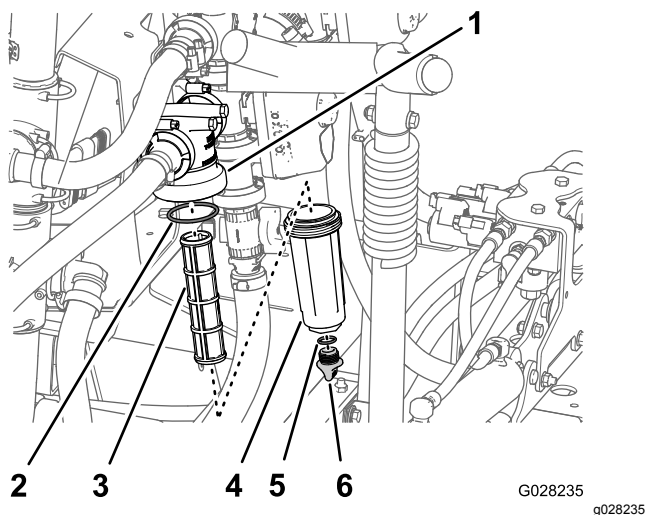

Рисунок 101
2. Поместите сливной поддон под фильтр линии нагнетания (Рисунок 101).
3. Поверните маслосливную пробку против часовой стрелки и снимите ее со стакана фильтра линии нагнетания (Рисунок 101).
4. Поверните стакан против часовой стрелки и снимите его с головки фильтра (Рисунок 101).
5. Извлеките старый элемент фильтра линии нагнетания (Рисунок 101).
6. Проверьте уплотнительное кольцо сливной пробки (расположенное внутри стакана) и уплотнительное кольцо стакана (расположенное внутри головки фильтра) на повреждения и износ (Рисунок 101).
7. Вставьте новый элемент фильтра линии нагнетания в головку фильтра (Рисунок 101).
8. Установите стакан на головку фильтра и затяните вручную (Рисунок 101).
9. Установите пробку в стакан и затяните ее от руки (Рисунок 101).